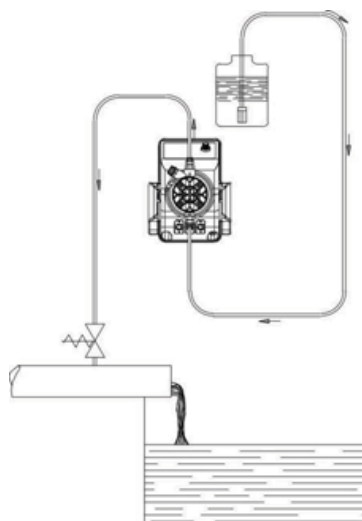

Fig. 6
c.- Coloque la bomba como se muestra en la figura 5, teniendo presente que se puede fijar tanto por debajo como por encima del nivel del líquido a dosificar, a una distancia máxima de 2 metros. El punto de inyección se debe colocar siempre más arriba que el líquido a inyectar. Cuando la bomba trabaja a presión atmosférica (aditivación con descarga libre) y el depósito del aditivo está colocado más arriba del punto de inyección (Fig. 6), controle periódicamente la funcionalidad de la válvula de inyección, ya que un uso excesivo podría hacer que cayera aditivo y entrara en la bomba (aunque el aparato esté apagado). Si se produjera el problema, inserte una **válvula de contrapresión C** (debidamente tarada entre la bomba dosificadora y el punto de inyección (Fig.6). Para los líquidos que generan vapores agresivos, no instale la bomba encima del depósito a menos que éste esté cerrado herméticamente.